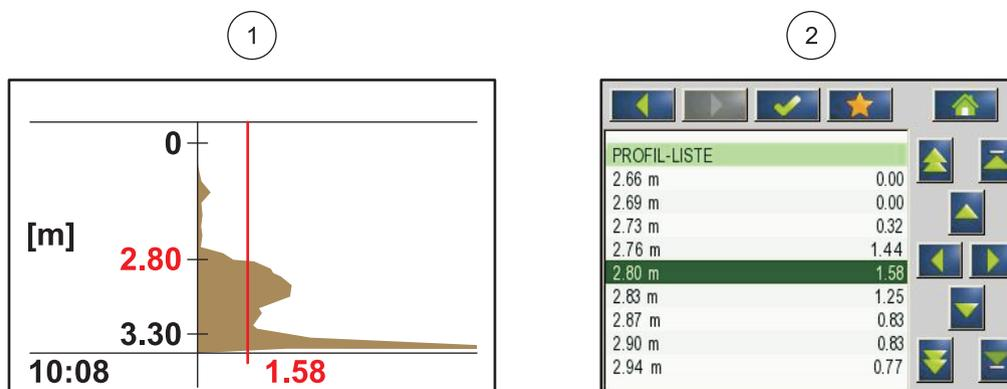

Рисунок 3 Профиль в виде графика и списка
Отраженные сигналы от слоев, расположенных дальше от датчика, будут тише (слабее) сигналов от близко расположенных слоев. SONATAX sc компенсирует это затухание. Результат отображается в SONATAX sc в виде профиля. Данные располагаются в меню датчика SENSOR SETUP (НАСТРОЙКА ДАТЧИКА) > TEST / MAINT > SIGNALS (Настройка датчика > Сервис > Сигналы) в списке профиля (см. PROFILE LIST \(Список профиля\) на стр. 28) ((2) Рисунок 3). Графическое отображение (например, sc1000) показывает профиль измерений в виде графика ((1) Рисунок 3).